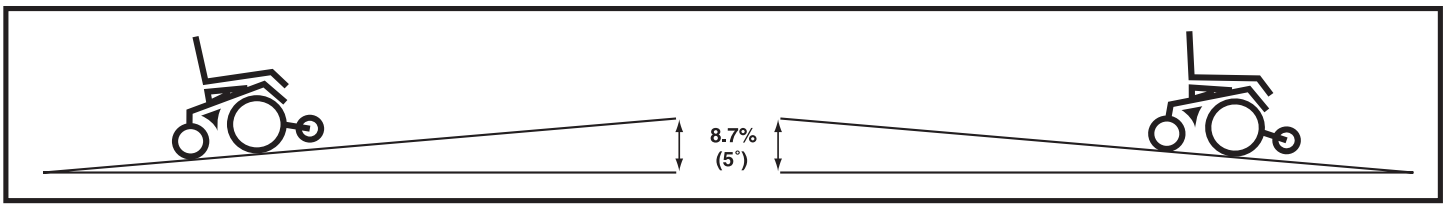

Abb. 1. Maximal zulässiger Steigungswinkel (aufsteigend und absteigend)
**WARNUNG!** Obwohl Ihr Elektrorollstuhl eine größere Steigung als in Abb. 1 angegeben überwinden kann, dürfen Sie unter keinen Umständen die Steigungsrichtlinien überschreiten oder andere Anweisungen dieses Handbuchs vernachlässigen. Dies kann zur Instabilität Ihres Elektrorollstuhls und darüber hinaus zu Personen- und/ oder Sachschäden führen.
Die meisten Auffahrampen an öffentlichen Gebäuden sind mit einer maximalen Steigung von 8,7% (5°) gebaut. Aus diesem Grund empfiehlt Pride, dass die maximale Steigung, die Sie mit Ihrem Elektrorollstuhl hinauf- oder hinunterfahren, 8,7% (5°) nicht übersteigen sollte. Siehe Abb. 1.